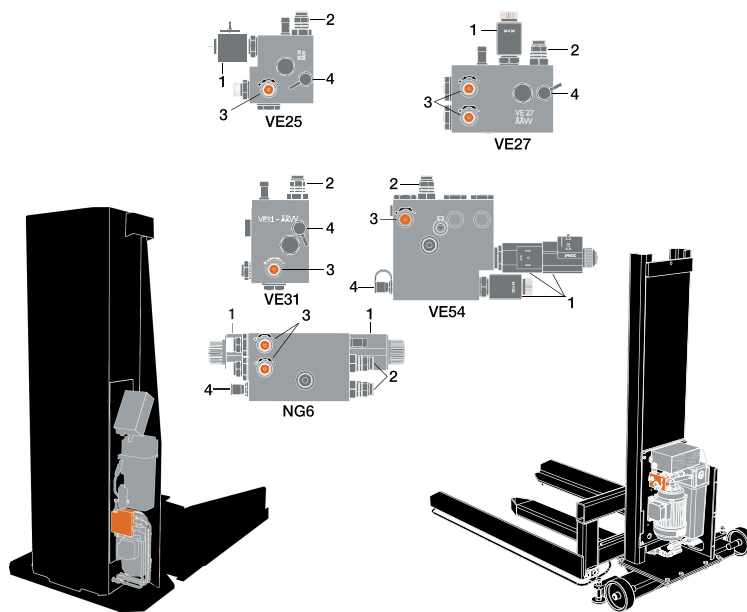

Bild 23 Das Ventilkpaket ist am Hydraulikaggregat montiert. Es gibt unterschiedliche Arten von Ventilkästen, abhängig vom Produkt und dessen Konfiguration.
1. Es gibt unterschiedliche Arten von Ventilpaketen, abhängig vom Produkt und dessen Konfiguration. Prüfen Sie, mit welcher Art von Hydraulikpaket Ihr Produkt ausgerüstet ist, siehe Abbildung 23.
2. Schließen Sie ein passendes Manometer an den Anschluss an, siehe Pos. 4, Abbildung 23. Der Anschluss ist mit einem Schutzdeckel ausgestattet, der vor dem Anschließen entfernt werden muss.